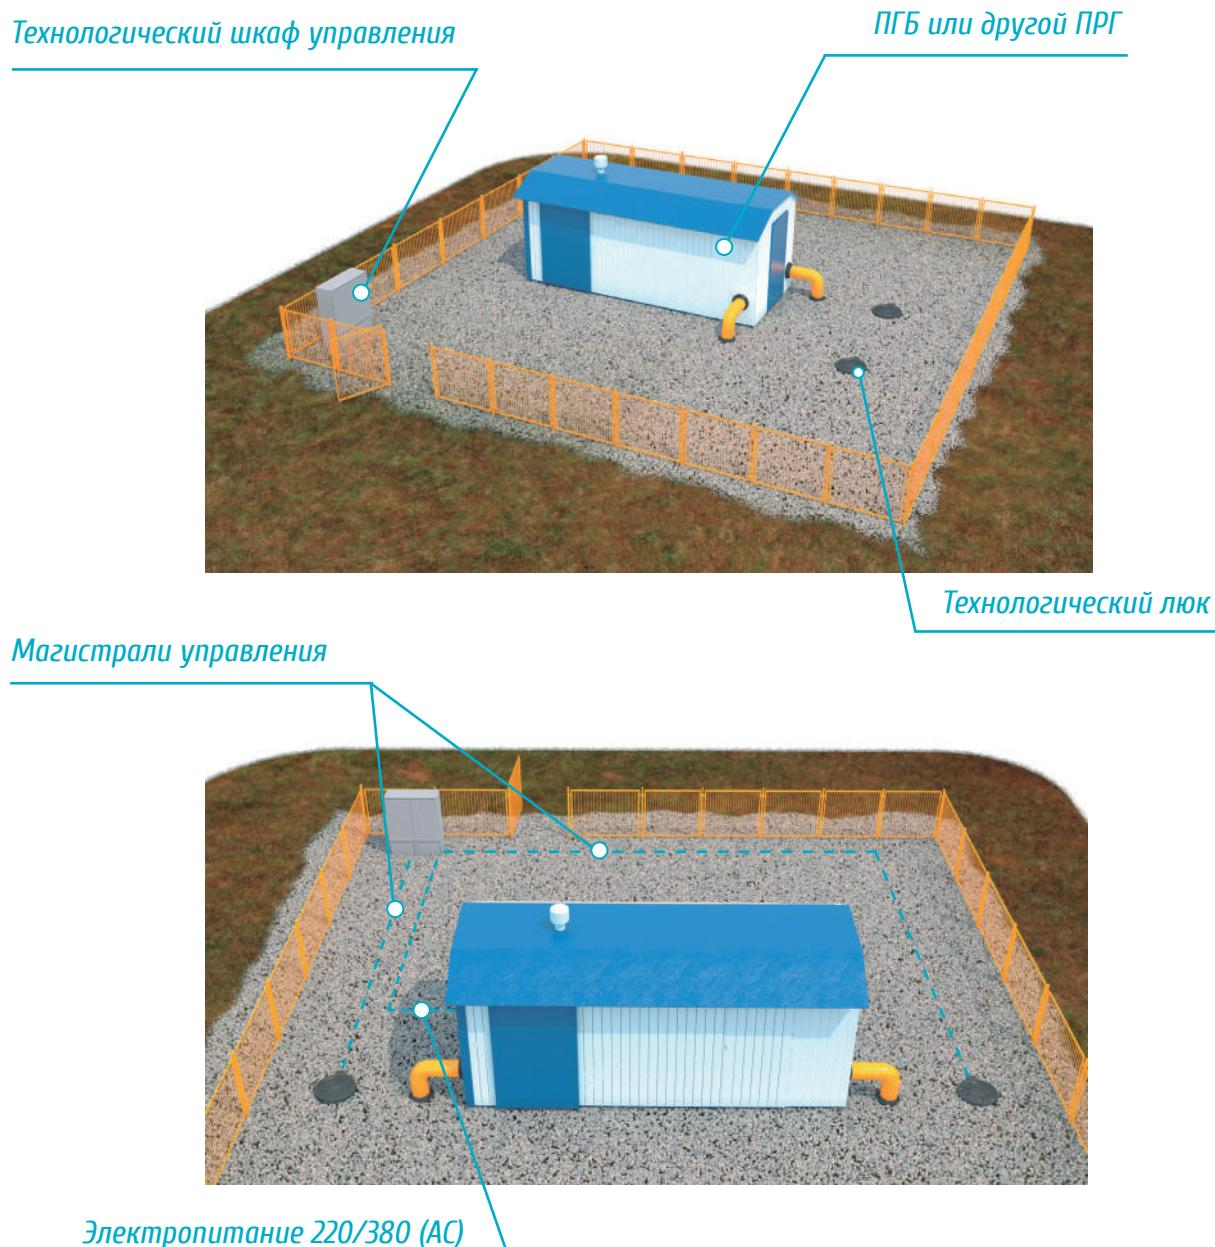

Рис. 9 – Система TechnoSafe
*Система TechnoSafe – проектное решение для управления шаровыми кранами на входе/выходе из ПГБ или другого ПРГ, в том числе при аварийной ситуации. Решение разработано на базе шарового крана с гидравлическим приводом подземного исполнения (ГПГТ производства ООО «Газ-Тел») и шкафа управления (производства ООО «Газ-Тел») с контроллером телемеханики производства ООО «МРГ Технологии» (рис. 9).*